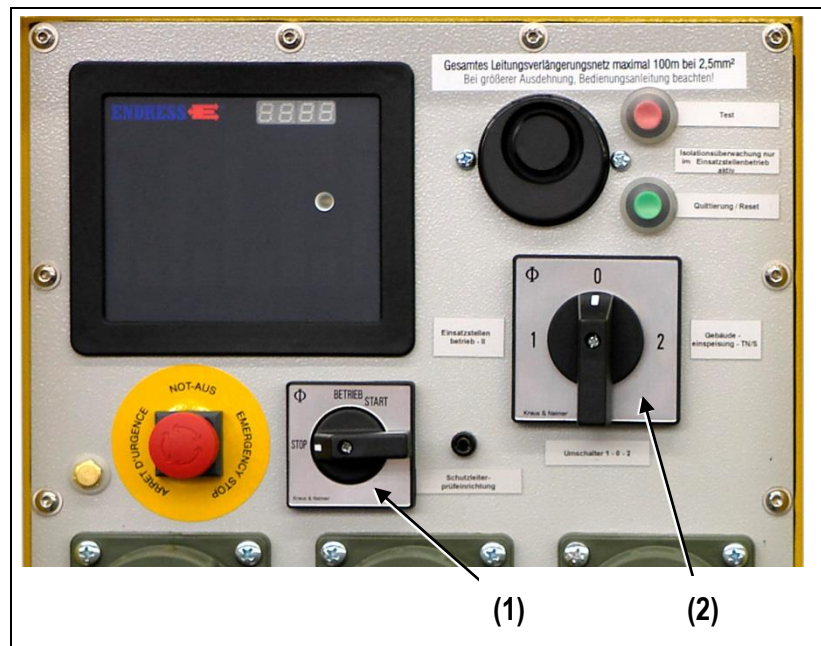

Abb. 5-13: Bedienpaneel Ausführung II / TN-S
Wählen Sie hierzu die Betriebsart „Einsatzstellenbetrieb“ am Umschalter (Abb. 5-13 (2)) aus.
3. Wählen Sie die Betriebsart „Gebäudeeinspeisung“ am Umschalter (Abb. 5-13 (2)) aus.